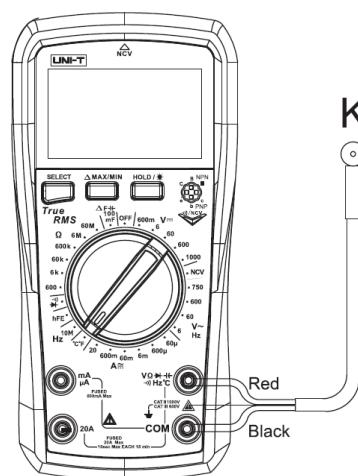

Рисунок 8
**8. Измерение температуры (только UT890C) (Рис.8)**